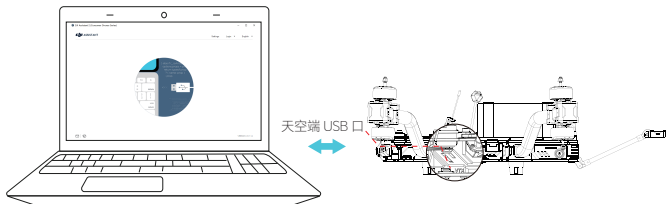

图 1-1
1. 天空端及飞行眼镜激活：Taurus X8 Pro Max 飞行器连接电池，通过 USB-C 接口 [图 1-1] 连接对应设备至电脑并运行 DJI Assistant 2 (消费机系列)² 调参软件进行激活与固件升级详情请参考 DJI-O3-Air-Unit- 用户手册。